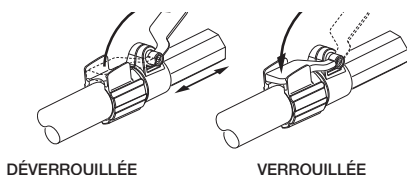

Figure 18 - Extension de la perche télescopique
1. Pour rallonger la tige, desserrer le levier de serrage comme illustré dans la Figure 18. La perche peut alors glisser librement.
3. Pour verrouiller la tige à la longueur désirée, serrer le levier de serrage comme illustré dans la Figure 18.